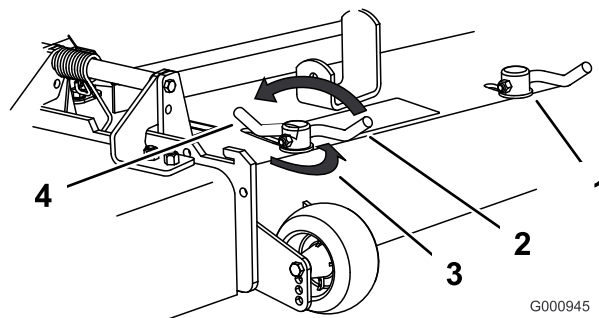

Figura 23
- Devuelva la palanca a su posición original para apretar el deflector y los bloqueos de leva (Figura 23).
- Para ajustar los bloqueos de leva, levante la palanca para aflojar el bloqueo de leva (Figura 23).